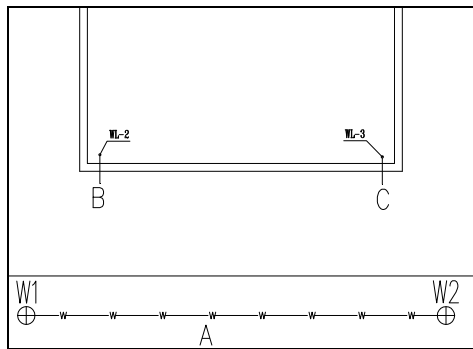

图 6-44 打开素材
**01** 按 Ctrl+O 组合键，打开配套光盘提供的“第 6 章/ 6.2.6 出户连井.dwg”素材文件，结果如图 6-44 所示。